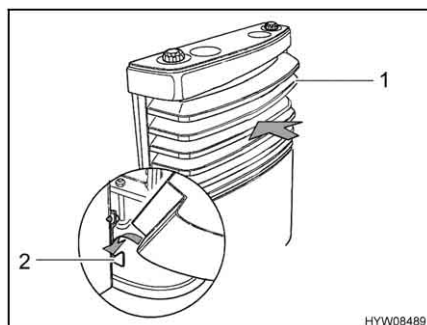

Fig. 109 Copertura del riscaldamento, supporti inferiori
- Montare la copertura del riscaldamento. A tale scopo, collocare la copertura (Fig. 109,1) sui supporti inferiori (Fig. 109,2).